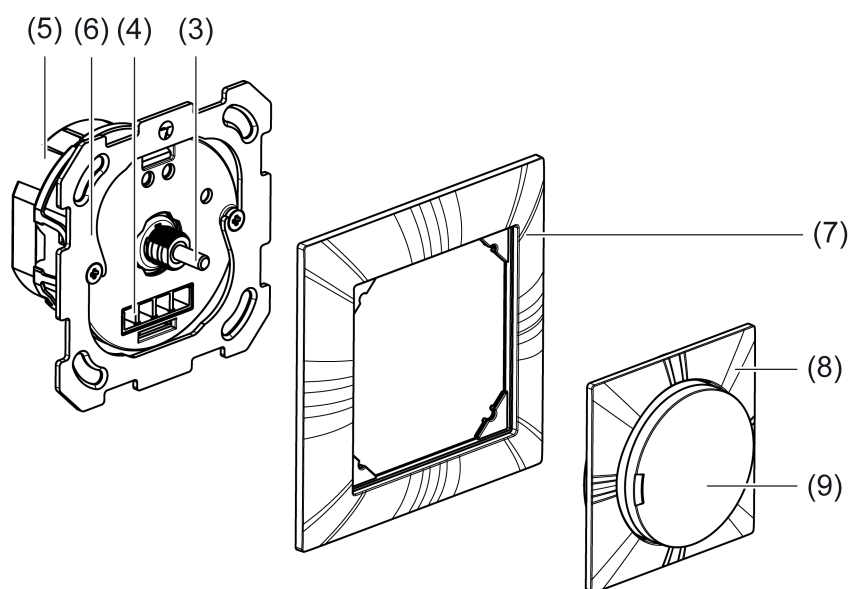

Figure 2: Montage du capteur de rotation avec cache design
- Démontez la plaque centrale (7) et le bouton de réglage (8) si l'appareil a déjà été monté en intégralité (figure 2).
- Activer le mode de programmation : actionner la touche de programmation (2).